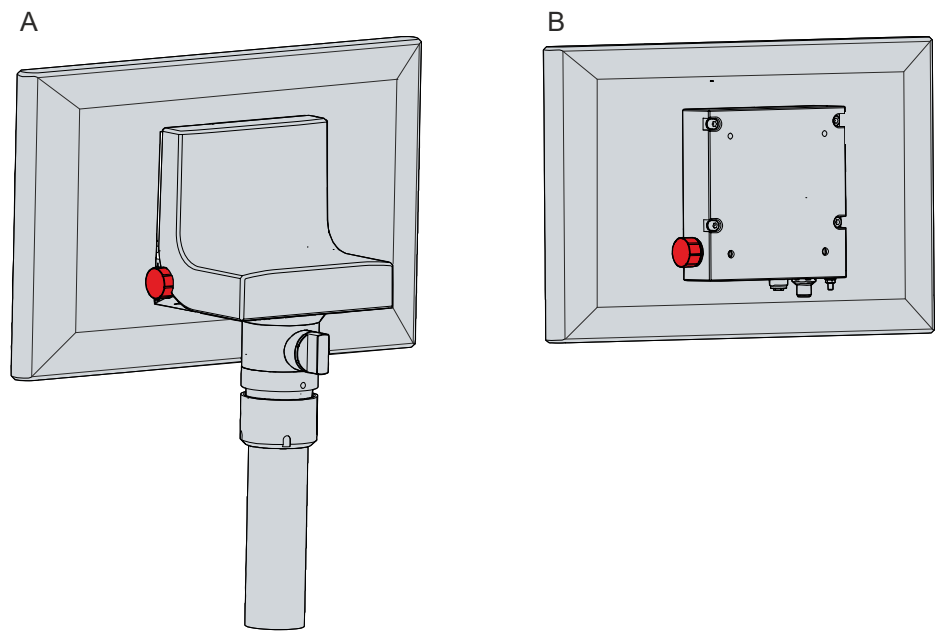

Abb. 16: Optionale USB-Schnittstelle
Haben Sie das Gerät mit einem Beckhoff Tragarmadapter bestellt, befindet sich die zusätzliche USB-Schnittstelle am Adapter. Bei einem Gerät ohne Tragarmadapter befindet sich die Schnittstelle seitlich am Anschlussblock. Abbildung 16 zeigt die Schnittstelle am Tragarmadapter (A) und am Anschlussblock (B).